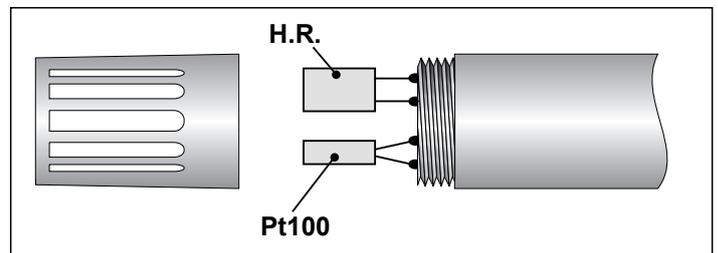
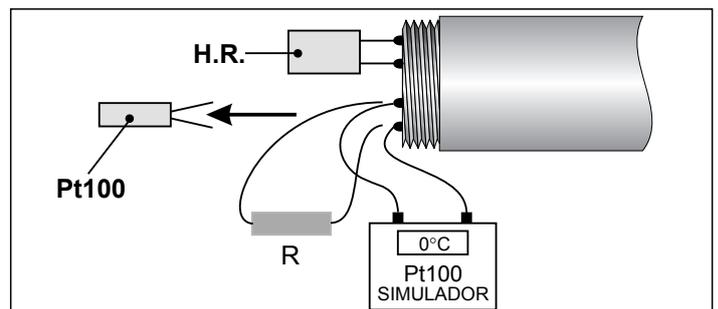

Fig. 7
Fig. 8
3. Desoldar el sensor Pt100 (el más estrecho de los dos sensores) y soldar en su lugar los hilos de la salida, o de un simulador de Pt100 o una resistencia de precisión tal como está indicado en las fig.7 y fig.8. Luego de la soldadura esperar algunos minutos hasta que la unión se haya enfriado.